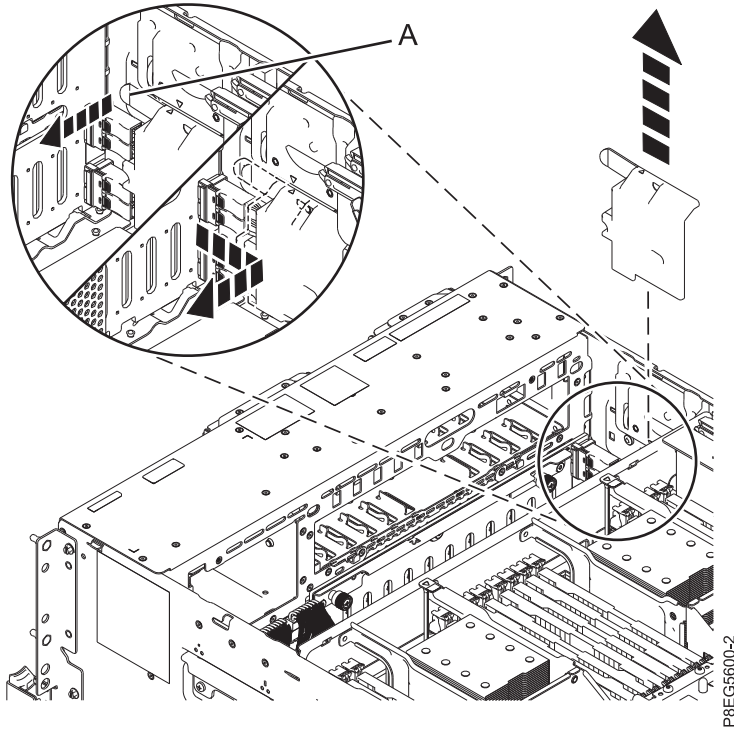

Figure 11. Retrait du cache du câble SAS
3. Retirez le cache du câble SAS du côté du châssis. Saisissez la poignée (**A**) et tirez dessus pour l'écartez, puis faites glisser le cache vers l'arrière pour le retirer comme illustré. Voir figure 11, à la page 15.